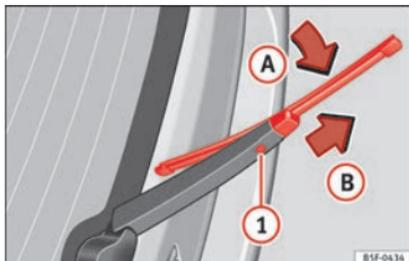

Fig. 81 Sostituzione della spazzola del lunotto posteriore.
- Ruotare leggermente la spazzola » **fig. 81** (freccia **A**).